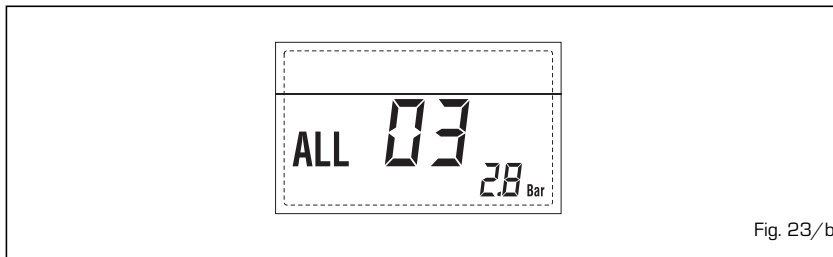

Fig. 23/b
- **ANOMALIA SONDA SANITARIO "ALL 04"** (fig. 23/c)